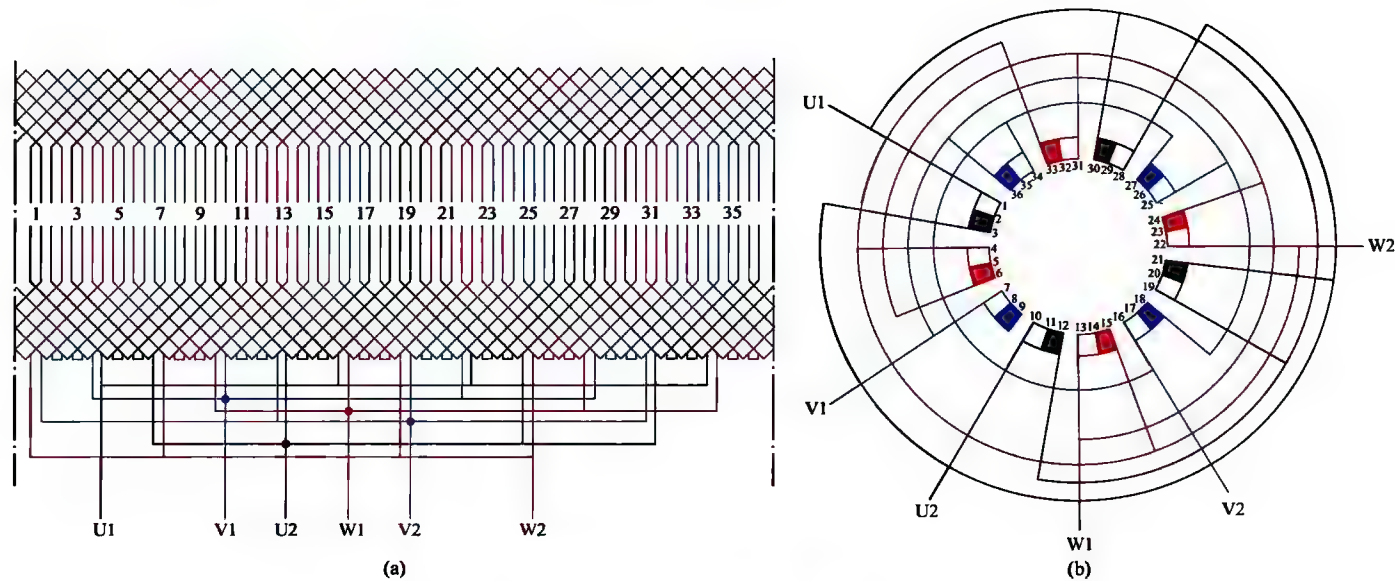

图 1-34 三相 4 极 36 槽双层叠绕组 4 路接法
34. 三相 4 极 36 槽双层叠绕组 4 路接法展开图与接线圆图 (见图 1-34)